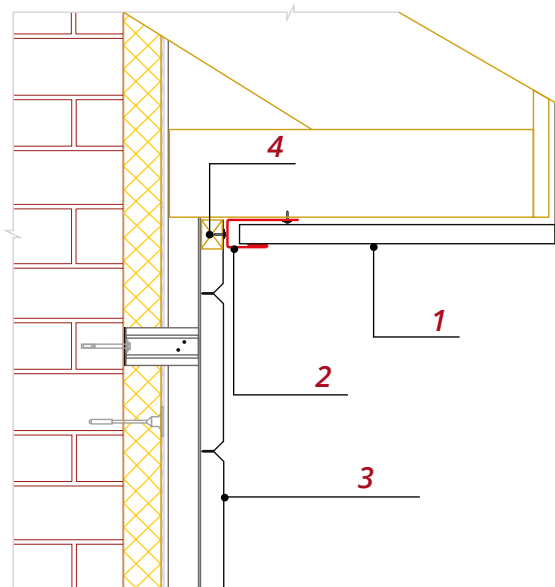

Рис. 25
- Когда подшивка карнизного свеса производится металлическим или пластиковым софитом **1**, край панели **3** закрывается приемным J-профилем или молдингом **2** (рис.25).